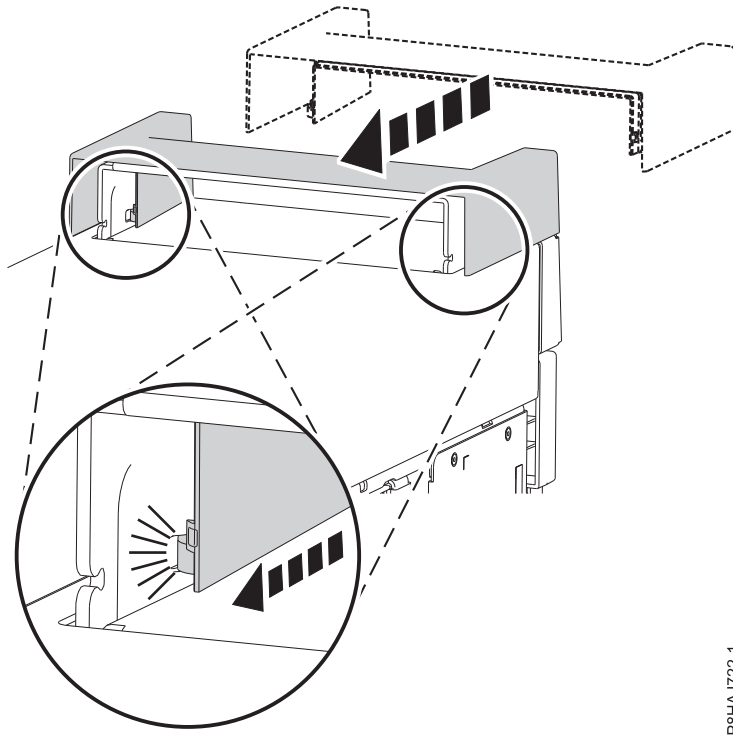

Abbildung 16. Griffabdeckung bei einem Standalone-System vom Typ 8286-41A befestigen
1. Befestigen Sie die Griffabdeckung an der internen RDX-Andockstation (FC EUA3), indem Sie sie in Richtung der Rückseite des Systems schieben. Siehe Abb. 16.